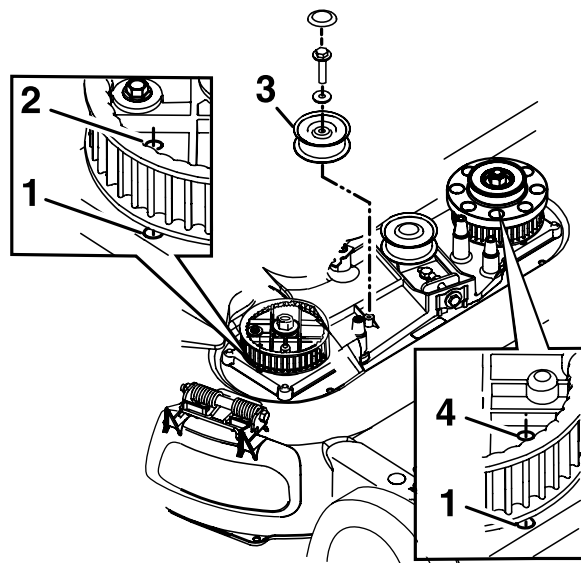

Figure 41
8. Déposez la poulie de tension fixe et les fixations (Figure 41).
10. Alignez les trous des pignons gauche et droit sur les trous du carter, comme montré à la Figure 41.